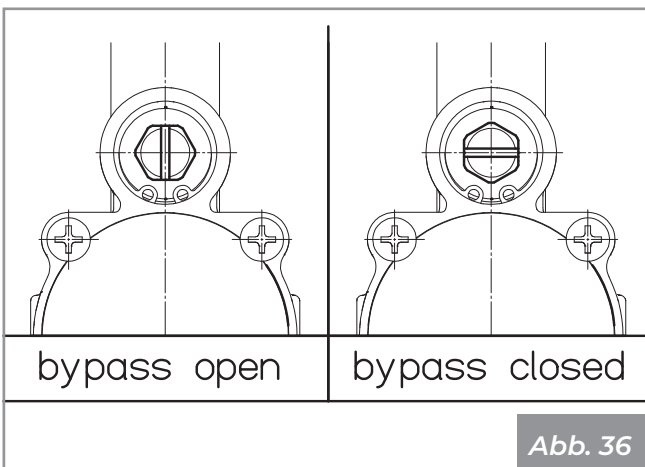

Abb. 36
- Das Bypass-Ventil im Antikondensationsventil (Abb. 36) schließen.